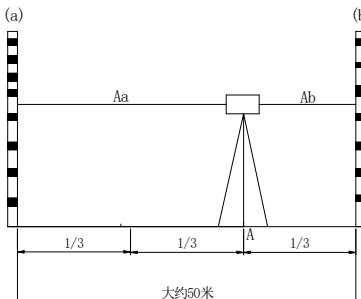

图1
1.如图 1 所示, 将仪器安置三脚架上, 并使脚架位于相距约 50 米的两根水准之间的 A 处, A、B 两点将两水准尺间的距离分成三个等分;